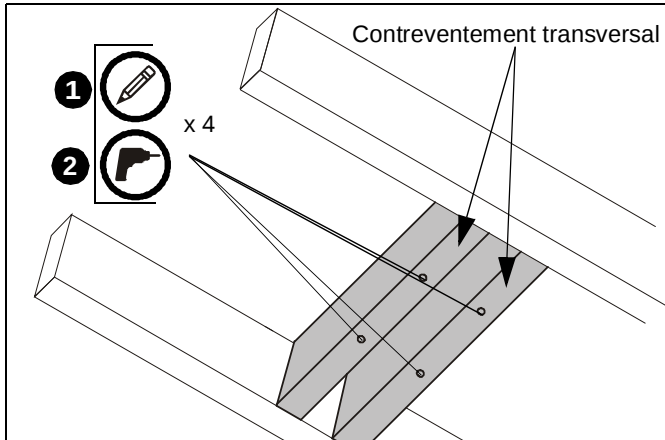

Figure 4
1. Utilisez la plaque de fixation au plafond (A) comme modèle, marquez les emplacements des quatre avant-trous (Voir la Figure 4). Assurez-vous que les marques se trouvent au centre des solives en bois.
2. Percez les avant-trous de 5,55 mm (7/32") de diamètre dans les contreventements transversaux des montants en bois. (Voir la Figure 4) Assurez-vous que les avant-trous sont drois.